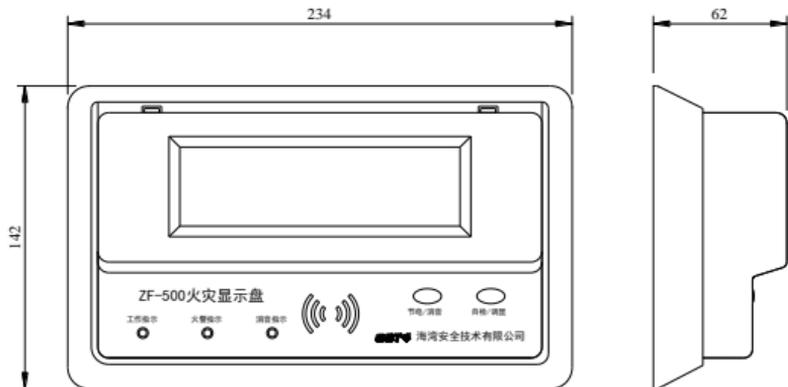

图 1
- 1.1 ZF-500 火灾显示盘为壁挂式，整机外观如图 1